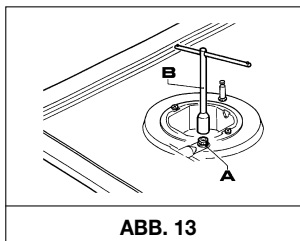

ABB. 13
- Falls am Stromanschlusskabel „C“ kein Stecker montiert ist (s. Abb. 13), so ist ein geeigneter Stecker zu montieren, der für die auf dem Hinweisticket angegebenen Leistungsdaten geeignet ist. Die Drähte sind wie in Abb. 13 angegeben anzuschließen, wobei auf folgende Übereinstimmungen zu achten ist.
Die Brenner sind für verschiedene Gastypen geeignet, dafür müssen die dem benutzten Gas entsprechenden Gasdüsen montiert werden. Entfernen Sie hierfür die Brennköpfe und schrauben Sie mit einem geraden Schlüssel „B“ die Gasdüse „A“ los (siehe Abb. 13); tauschen Sie diese mit einer dem benutzen Gas entsprechenden Düse aus. Es wird empfohlen, die Düse so zu montieren, dass sie fest ansitzt.